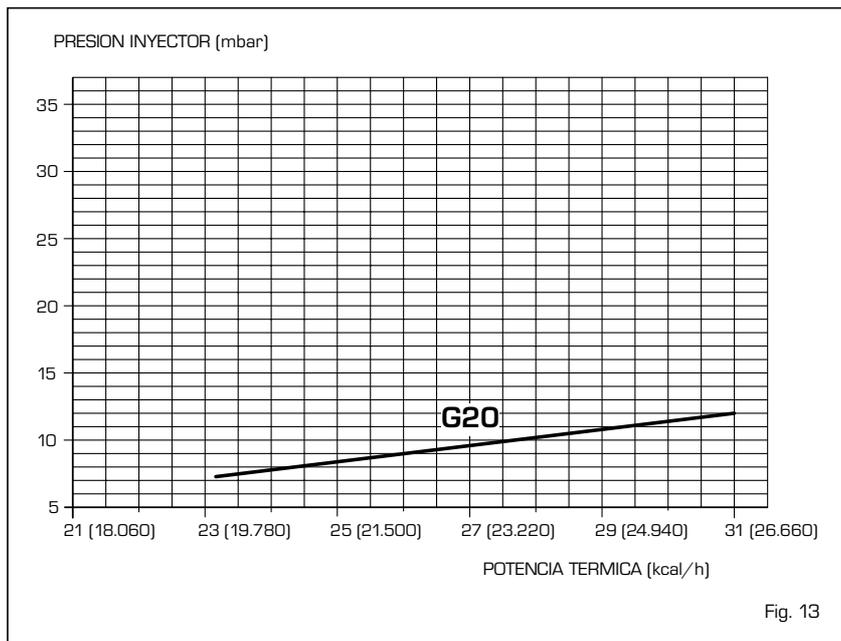

Fig. 13
La adecuación de la potencia de calefacción a la necesidad térmica de la instalación se efectúa, sólo para gas G20 (metano), variando el valor de la presión máxima en base al diagrama de la fig. 13. En el caso que sea necesaria una corrección de las presiones, atenerse a las indicaciones del punto 4.3.1. Para no variar la calibración de la presión mínima, bloquear el tornillo de regulación [2 fig. 11/a].
sobre el tornillo (1) con una llave fija buscando el valor de la presión máxima indicada en la **Tabla 3**. O bien, para gas G20, si se desea adecuar la potencia máxima de la caldera a la necesidad de la instalación térmica, busque la presión haciendo referencia al diagrama de la fig. 13.